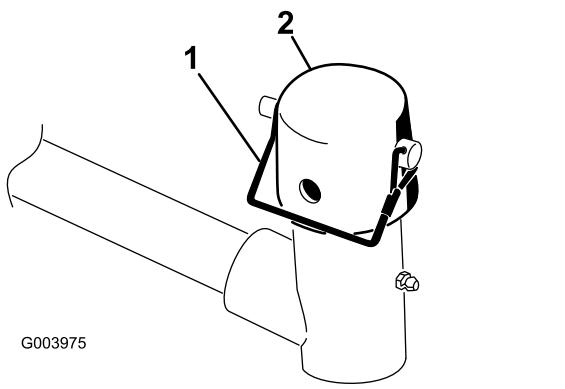

Figura 10
- Rimuovete la coppiglia dalla forcella di articolazione del braccio di sollevamento. Quindi rimuovete il tappo (Figura 10).
- Fissate il cappuccio e l'albero del telaio portante alla forcetta del braccio di sollevamento con il perno di ritenuta (Figura 10).